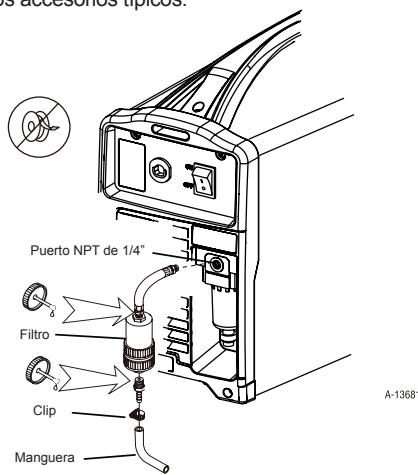

Figura 4.3 - Instalación del filtro en línea opcional.
3. Conecte la línea de aire al filtro utilizando una conexión NPT $\frac{1}{4}$ ". La ilustración de la Figura 4.3 muestra un ejemplo de los accesorios típicos.